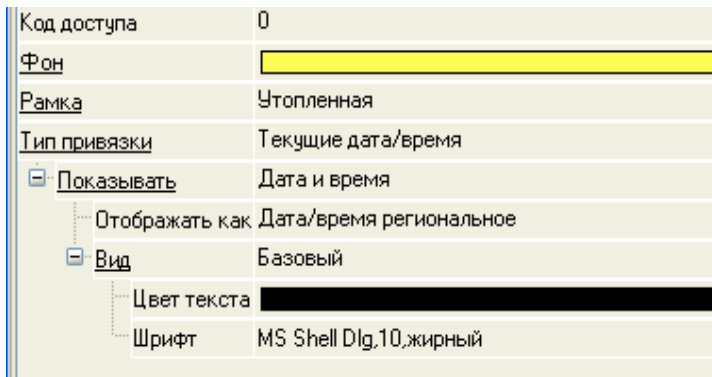

Рисунок 2.1 – Завдання дати і часу
4. Створити GE Дата і час, змінивши його властивості (див. рис. 2.1).